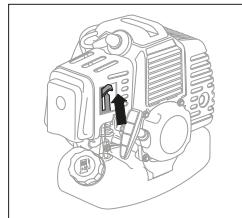

рис. 9
4. Переведите рычаг воздушной заслонки в верхнее положение - || «Закрыто» (рис. 9).
7. Переведите рычаг воздушной заслонки (рис. 9) в среднее положение.